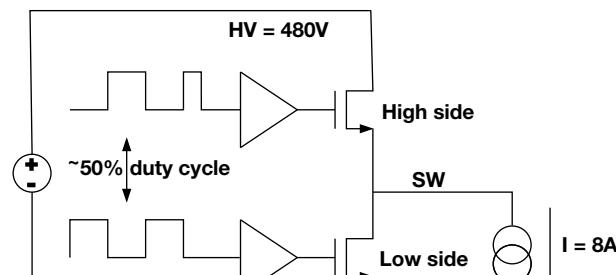

图 2. 用于仿真的半桥电路的简化图
为了仿真寄生电感效应，我们使用了一个采用直接驱动配置的空乏型 GaN 半桥功率级（图 2）。我们将半桥设置为一个降压转换器，总线电压 480V，死区时间 50ns 时 50% 占空比（输出电压 [VOUT] = 240V），以及一个 8A 的电感器电流。这个 GaN 栅极在开关电压电平间被直接驱动。一个阻性驱动设定 GaN 器件的接通压摆率。一个电流源只会仿真一个与连续传导模式降压转换器内开关 (SW) 节点所连接的电感负载。